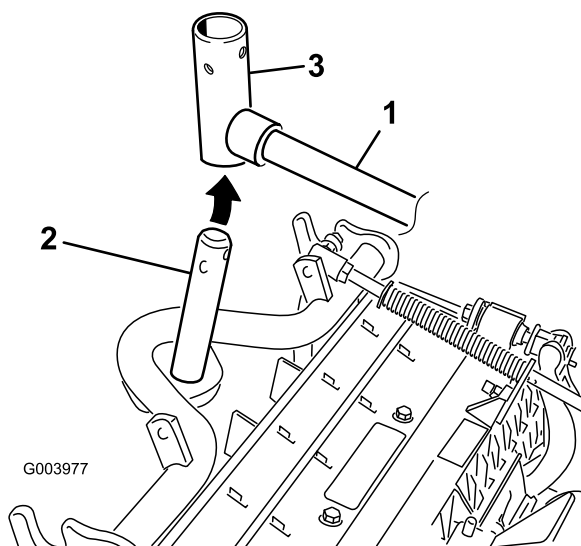

Bild 10
8. Frontschneideeinheiten: Schieben Sie eine Schneideinheit unter den Hubarm und schieben Sie gleichzeitig die Trägerrahmenwelle in das Gelenkjoch des Hubarms (Bild 10).
- B. Setzen Sie das Hubarmjoch in die Trägerrahmenwelle ein (Bild 10).